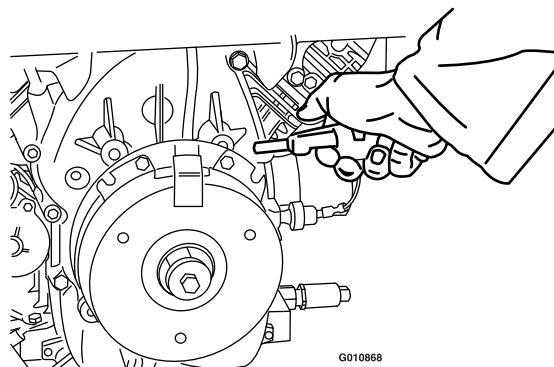

**Figure 66**
3. Retirez le capuchon antipoussière de la roue pivotante et serrez le contre-écrou (Figure 66).
4. Continuez de serrer le contre-écrou jusqu'à ce que les rondelles élastiques soient aplaties, puis desserrez-le de 1/4 de tour pour obtenir la précharge correcte des roulements (Figure 66).
**Important:** Veillez à placer les rondelles élastiques comme montré à la Figure 66.
5. Reposez le couvre-moyeu (Figure 66).